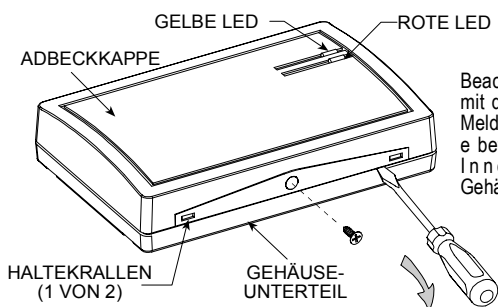

Abbildung 4: Öffnen des Gehäuses
A. Lösen Sie die Sicherungsschraube, die das Gehäuseoberteil mit dem Gehäuseunterteil verbindet (wie in Abbildung 4 dargestellt).